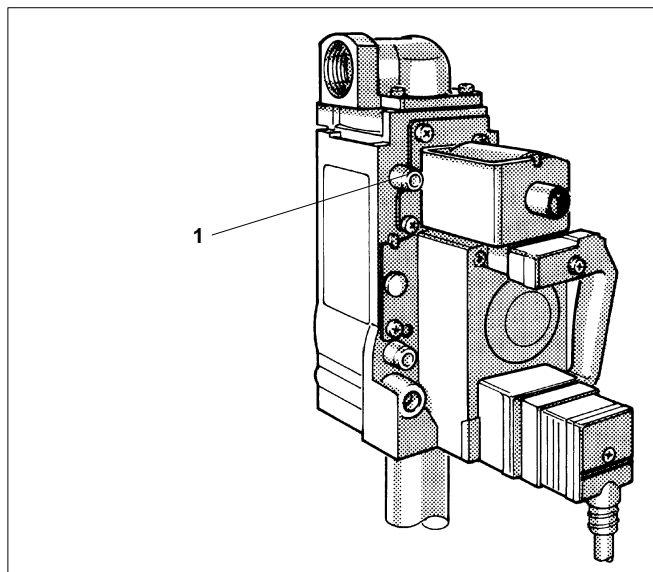

Fig. 27 Bloc gaz "Honeywell" VR 4605
- Desserrer la vis de fermeture de l'embout de contrôle (fig. 27, **pos. 1**).
- Insérer le tuyau de mesure du manomètre (tube en U) sur l'embout de contrôle (fig. 27, **pos. 1**).